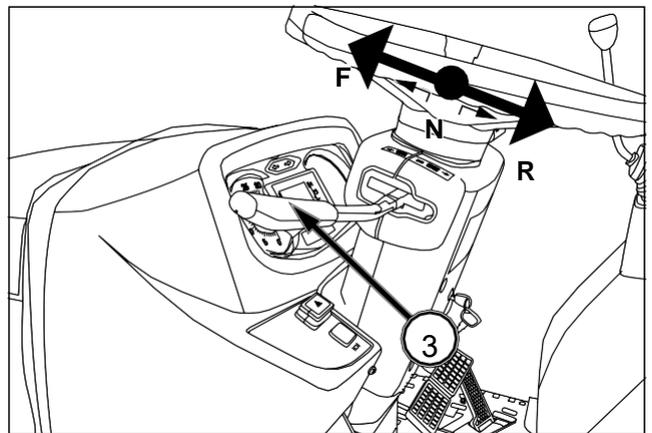

FIG. 76
FIG. 76: La palanca (3) de la columna de dirección permite seleccionar la marcha adelante o la marcha atrás. Mueva la palanca hacia delante para seleccionar la marcha adelante y muévala hacia atrás para la marcha atrás. Sitúe la palanca en la posición central Neutra cada vez que el tractor esté inmovilizado.